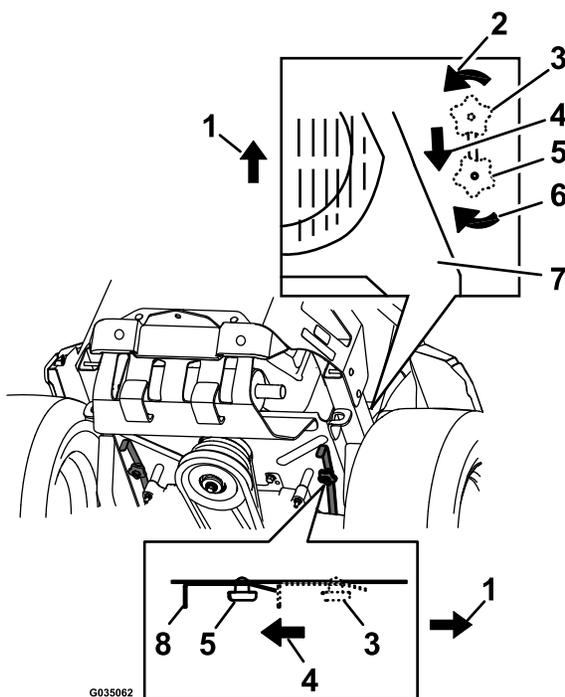

Figure 34
4. Pour pousser la machine, déplacez les deux boutons de dérivation en arrière et bloquez-les en place (Figure 34).
6. Pour faire fonctionner la machine, amenez les boutons de dérivation en position AVANT et verrouillez-les en place (Figure 34).